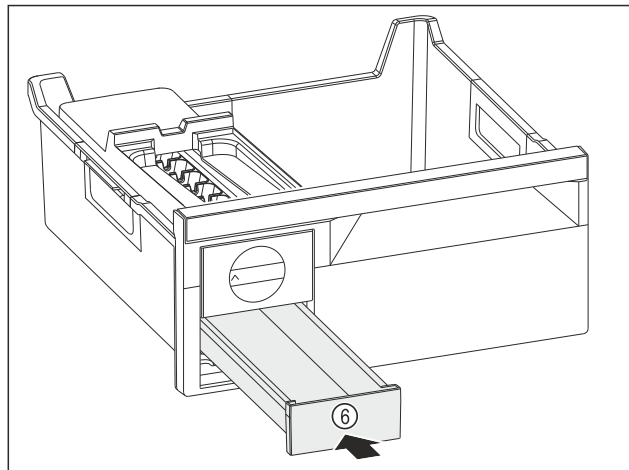

Fig. 94
- ▶ Вкарайте чекмеджето за ледени кубчета Fig. 94 (6).